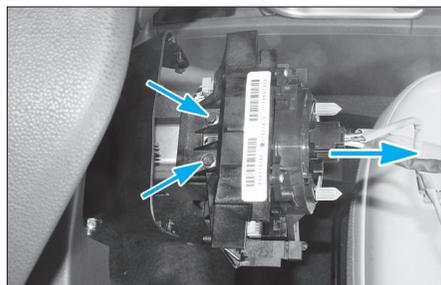

FIG. 5
- Déposer les 2 vis de fixation du contacteur (Fig.5).